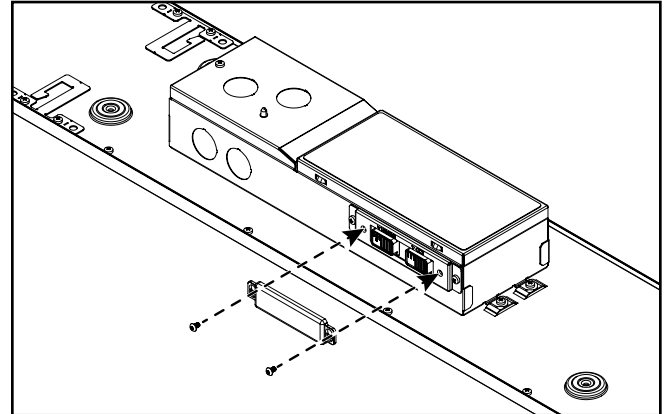

Figura 8.
10. Opcional: Una vez que el nivel de Lumen deseado y CCT se han seleccionado, fije la cubierta del interruptor proporcionado de forma segura utilizando los tornillos proporcionados para evitar que estos ajustes se cambien, si se desea. (Figura 8.)